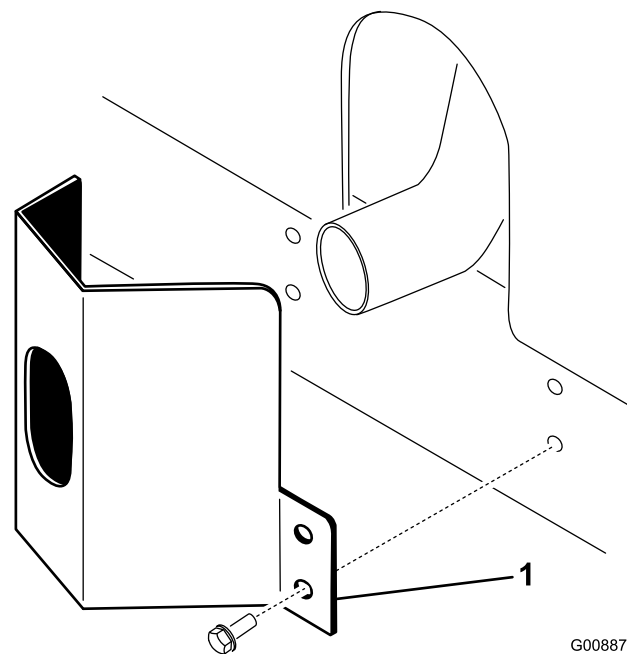

Figure 11
2. Fixez la protection de l'échappement sur le cadre à l'aide de 4 vis autotaraudeuse (Figure 11).
1. Placez la protection de l'échappement autour du silencieux et alignez les trous de montage sur ceux du cadre (Figure 11).